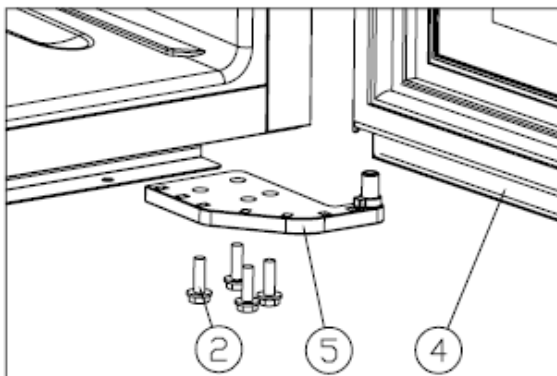

Figure 2
Svitare le viti M5\*16 (2), rimuovere la cerniera in basso a destra (5). [Figure 2]